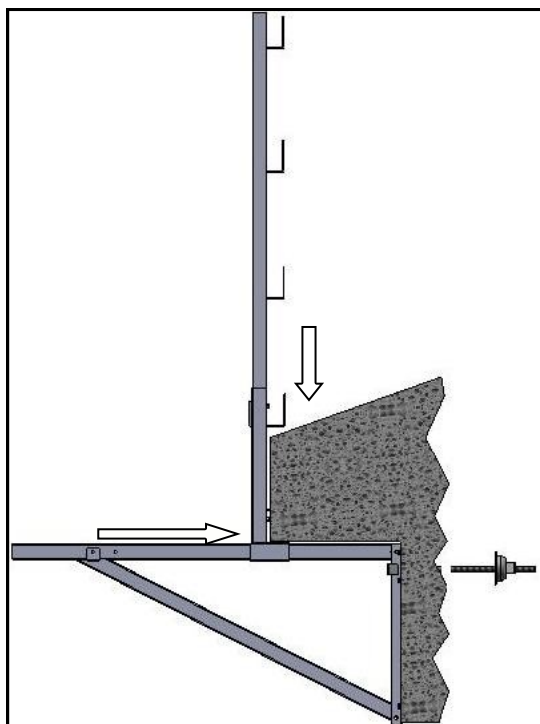

fig. 7
- Procedere con l'inserimento dell'asta verticale all'interno della propria sede e far scorrere il tutto fino alla posizione più vicina possibile al manufatto o contro le tavole per il camminamento nel caso si sia usato il montante per formare una passerella; avvitare quindi le viti ad aletta M10 x 20 in dotazione, fino a bloccare lo scorrimento della prolunga (fig. 7 a pag. 9);